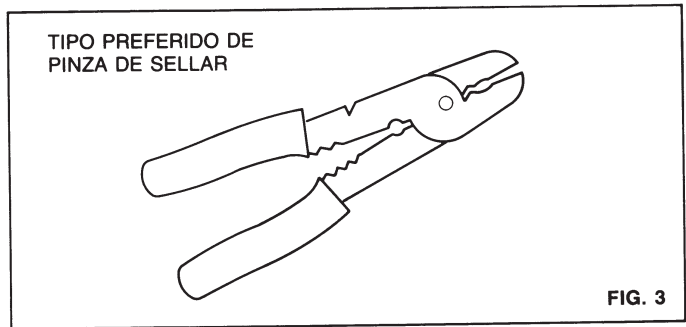

FIG. 3
3) Usando la ilustración (Refiérase a la Fig. 3) elija el tipo de herramienta de plegar, pliegue los conectores a los alambres pelados, asegurándose que los alambres estén totalmente insertados en los conectores antes de plegarlos.